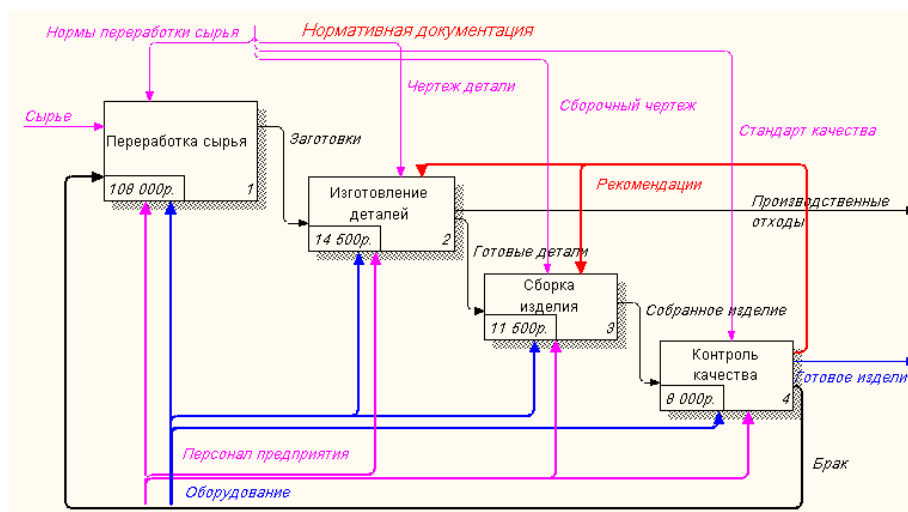

Рис. 6.9. Результат стоимости работ на диаграмме А1
1. Проверьте себя (рис. 6.9.).